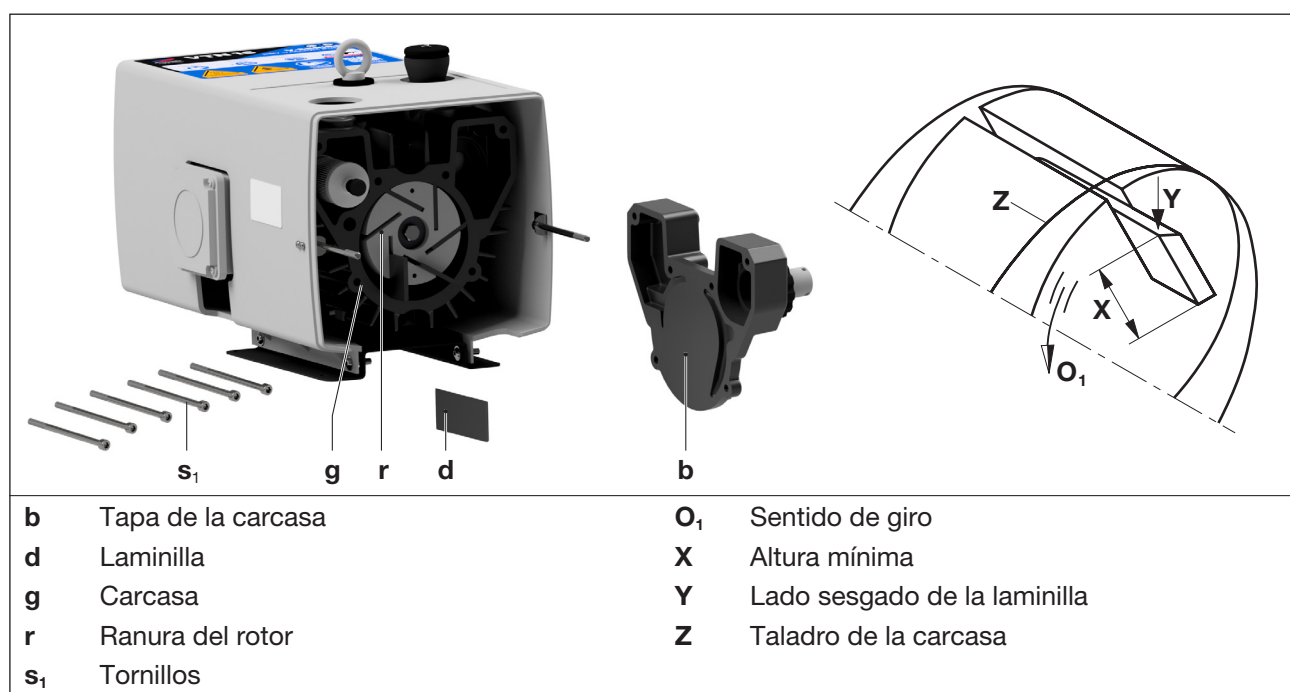

Fig. 5 Cambio de las laminillas
- Aflojar los seis tornillos (Fig. 5/s1) de la tapa de la carcasa (Fig. 5/b) y retirar la tapa de la carcasa.
- Retirar las laminillas (Fig. 5/d) para su inspección.
- Comprobar si todas las laminillas están desgastadas o dañadas. Todas las laminillas deben tener una altura mínima (Fig. 5/X):
- Soplar la carcasa (Fig. 5/g) y las ranuras del rotor (Fig. 5/r).
- h) Introducir todas las laminillas (Fig. 5/d) en las ranuras del rotor (Fig. 5/r). Al colocarlas, asegurarse de que el lado sesgado (Fig. 5/Y) de las laminillas esté orientado hacia fuera y que coincida en el sentido de giro (Fig. 5/O1) con el recorrido del taladro de la carcasa (Fig. 5/Z).
- i) Colocar la tapa de la carcasa (Fig. 5/b) con los seis tornillos (Fig. 5/s1).